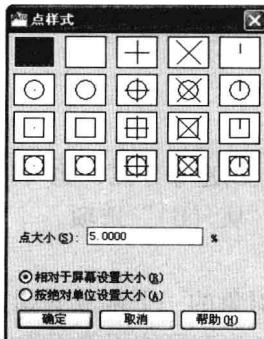

图 3-6-1
(1) 选择菜单命令“格式 / 点样式”，打开“点样式”对话框，如图 3-6-1 所示。